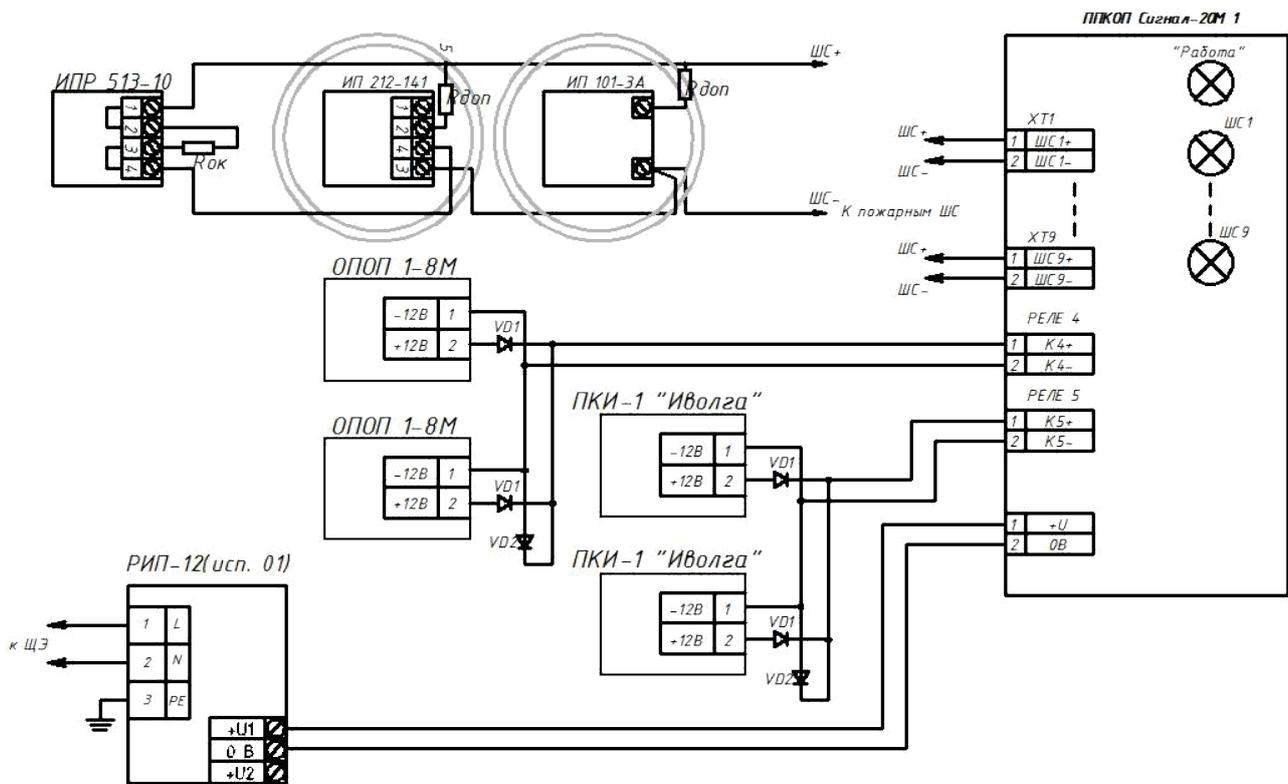

Рисунок 9.7. Пример схемы соединений СПС на базе ППКОП «Сигнал-20М».
- Делаем оцифровку схемы соединений в любом масштабе с соблюдений требований ЕСКД. Вид схемы соединений СПС показан на Рисунок 9.7.